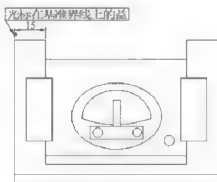

图 5-138
**步骤2:** 将光标移到基准标注的界线上，如图5-138所示，单击鼠标左键，出现下一条提示，提示用户指定第二条尺寸界线原点。